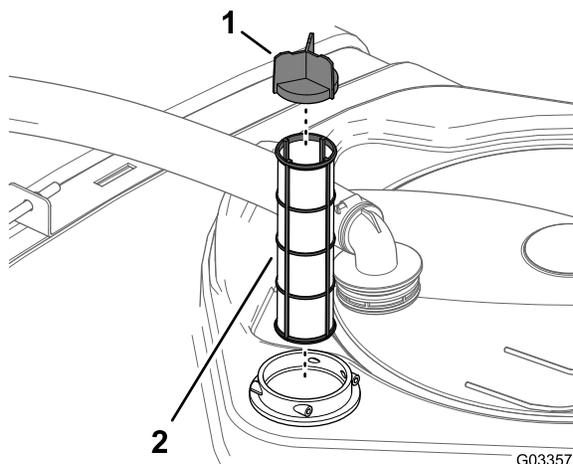

图 59
4. 从药缸内的过滤器外壳中拆除旧的吸入式过滤器 (图 59)。